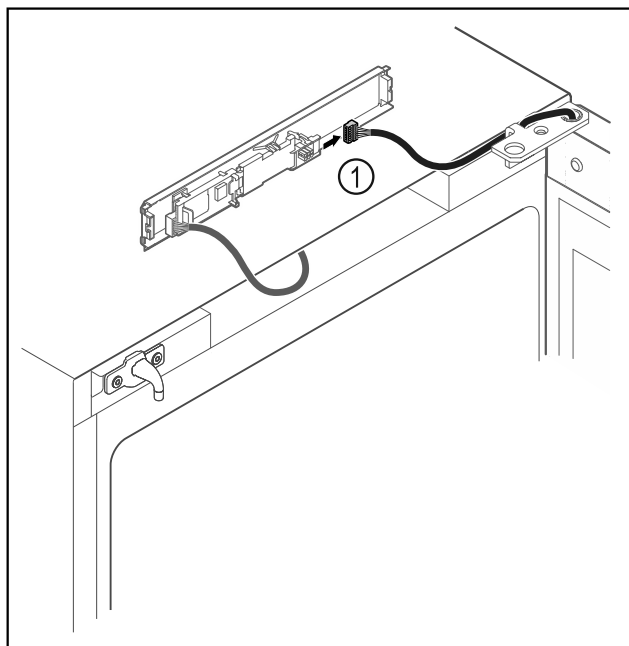

Fig. 15
- Stekker Fig. 15 (1) van printplaat loskoppelen.